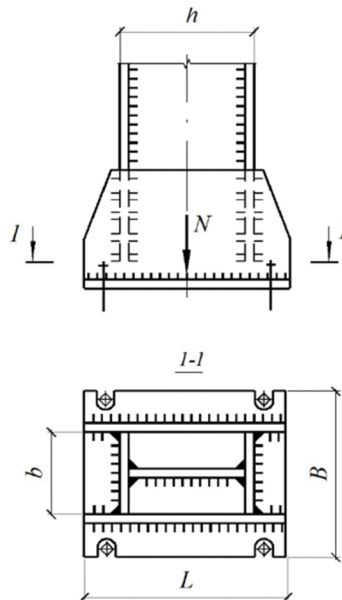

Рисунок 2 - База колонны при шарнирном сопряжении с фундаментом базу.
В базе с *шарнирным сопряжением* (рисунок 2) анкерные болты диаметром 20—30 мм крепятся непосредственно за опорную плиту, обладающую определенной гибкостью, обеспечивающей податливость при действии случайных моментов. Для возможности некоторой передвижки (рихтовки) колонны в процессе ее установки в проектное положение диаметр отверстий в плите для анкерных болтов принимают в 1,5—2 раза больше диаметра болтов. На анкерные болты надевают шайбы с отверстием, которое на 3 мм больше диаметра болта, и после натяжения болта гайкой шайбу приваривают к плите.
2. Что представляют собой консольные ребра и траверсы (см.рис.2)?